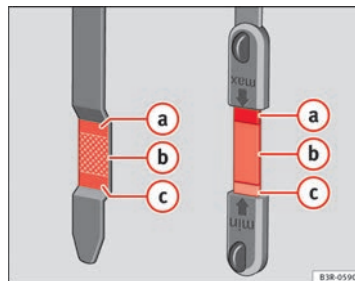

Fig. 177 Zonas marcadas en la varilla de medición de aceite
- A continuación, vuelva a extraerla y compruebe el nivel de aceite ⇒ fig. 177. En caso necesario, reponga aceite del motor ⇒ página 241.